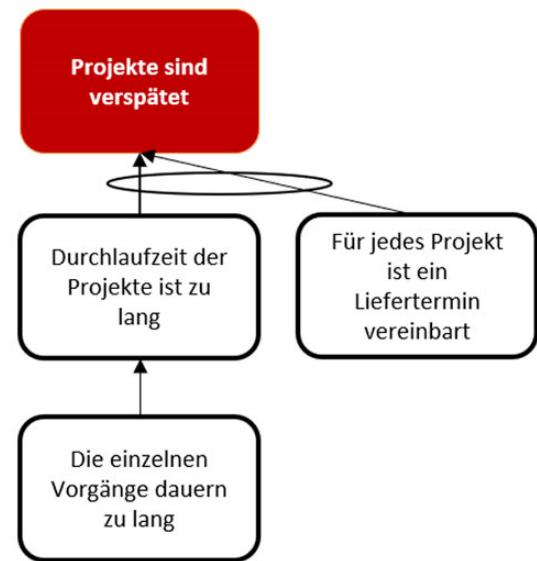

Bild 3: Ausarbeitung der kausalen Logik zwischen zwei Entitäten mit Zwischeneffekt und mitwirkender Ursache
Wirken zwei oder mehrere Ursachen auf einen Effekt ein, dann unterscheiden Sie, ob jede dieser Ursachen für sich genommen den Effekt bewirken kann oder ob die Ursachen zusammenwirken müssen, um den Effekt zu erzeugen. Letzteres wird durch eine Ellipse visualisiert (Bild 3). Sie verbindet die betroffenen Pfeile und dient hier als logische Und-Verbindung: Alle mit derselben Ellipse verbundenen Ursachen müssen zugleich gelten, damit der Effekt eintritt. Mitwirkende Ursachen werden mit solchen Ellipsen von der Seite in die logische Kette eingebunden und erklären den zentralen Wirkungszusammenhang besser.
- "**Wenn** die Durchlaufzeit der Projekte zu lang ist, **dann** sind Projekte verspätet?" Dies kann sein, aber nur wenn der Liefertermin nicht weit genug in der Zukunft liegt! Sie brauchen also an dieser Stelle das Thema des Liefertermins als mitwirkende Ursache, damit die Logik schlüssig ist und zeigen diese UND-Verbindung mit einer Ellipse über die beiden Pfeile an (Bild3).